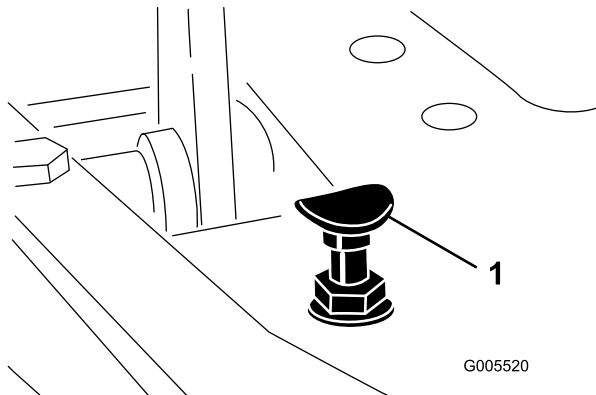

Figura 53
Para obter a velocidade máxima de transporte, engate a alavanca de controlo de função na posição de transporte e carregue para baixo no pedal de tracção. Se o pedal entrara em contacto com o batente (Figura 53) antes de se sentir tensão no cabo, é necessário efectuar um ajuste:
1. Ponha a alavanca de controlo de função na posição de transporte e liberte a porca de bloqueio que fixa o batente do pedal à placa inferior (Figura 53).